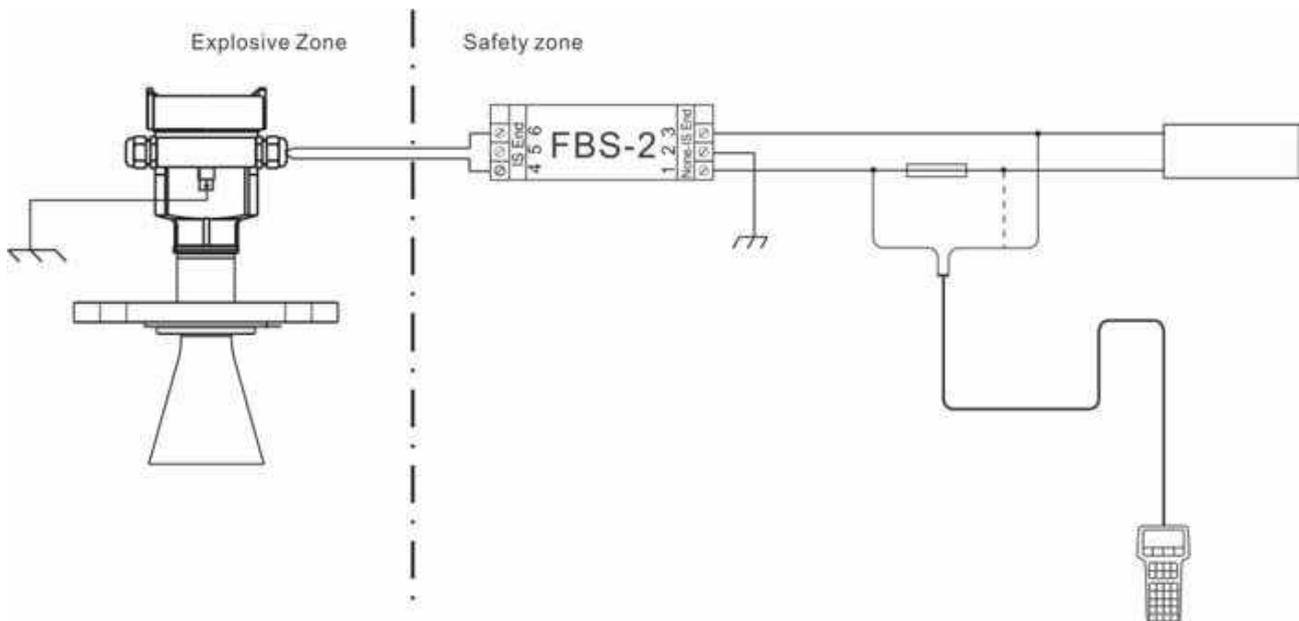

Fig. 26 – Connessione con programmatore Hart Palmare
6.3.1 – Connessione tramite modem HART Protocol (Fig. 26)